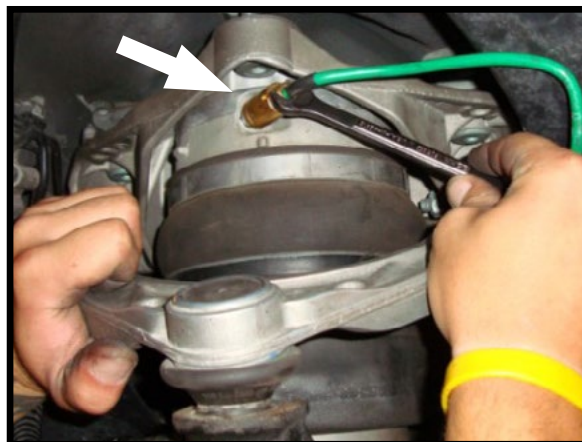

FIGURA 10-1
4. SMONTARE IL RACCORDO DELLA TUBAZIONE DELL'ARIA DALLA VALVOLA PNEUMATICA. SMONTARE IL RACCORDO DELLA TUBAZIONE DELL'ARIA DALLA TUBAZIONE, E SCARTARLO. (FIGURA 10-1)